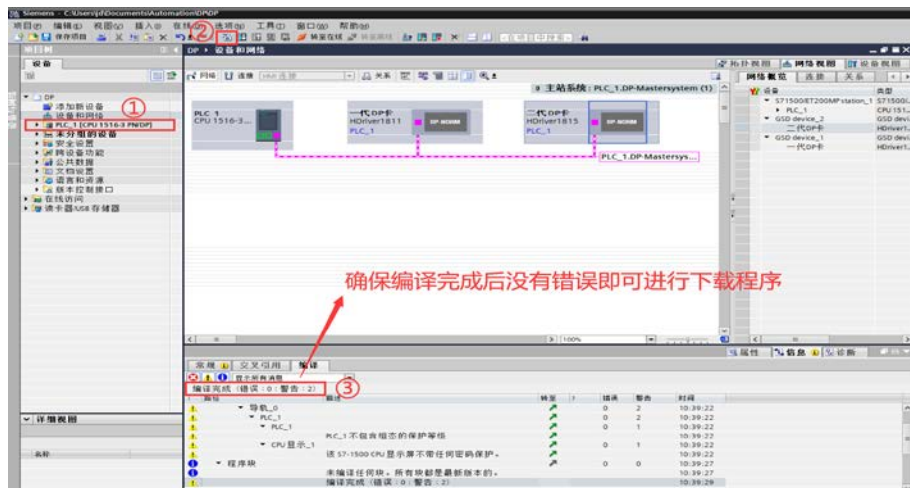

图 3.12 编译
- PLC 项目组态后需进行编译检查是否有错误，在工具菜单栏点击【编译】 按钮，完成编译，注意要没有编译错误，如图 3.12 所示。